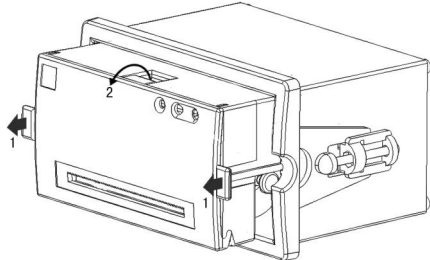

图1
- ①、如图第一步图中位置拉出一部分，第二扣住图1中2位置翻开前面板；